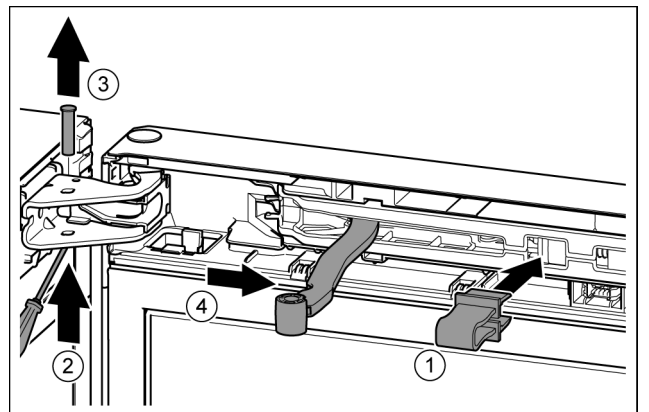

Fig. 10
- Sicherung in Öffnung einrasten. Fig. 10 (1)
- Bolzen mit Schraubendreher herauschieben. Fig. 10 (2)
- Bolzen nach oben herausnehmen. Fig. 10 (3)
- Gelenk in Richtung Tür drehen. Fig. 10 (4)